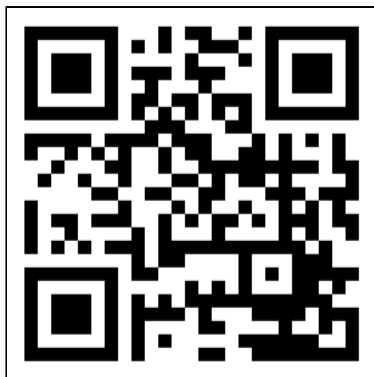

Abbildung 54.
1. Öffnen Sie das Eurom Smart App-Handbuch mit dem QR-Code (Abbildung 54) oder gehen Sie zu www.eurom.nl/nl/manuals.